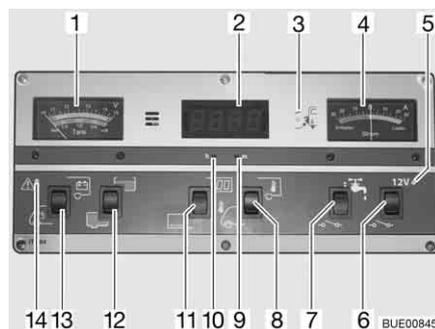

Bild 107 Panel IT 994
Beim Anzeigeelement V/Tank (Bild 107,1) die obere Skala beachten. Das Anzeigeelement wird automatisch beleuchtet, sobald ein Schalter gedrückt wird.
- Wippschalter (Bild 107,13) unten drücken: Die Batteriespannung der Starterbatterie wird angezeigt.
- Wippschalter (Bild 107,13) oben drücken: Die Batteriespannung der Wohnraumbatterie wird angezeigt.
Beim Anzeigeeinstrument V/Tank (Bild 107,1) die untere Skala beachten. Das Anzeigeeinstrument wird automatisch beleuchtet, sobald ein Schalter gedrückt wird.
- Wippschalter (Bild 107,12) oben drücken: Die Wassermenge wird angezeigt.
- Wippschalter (Bild 107,12) unten drücken: Die Abwassermenge wird angezeigt.
Die rote Warnleuchte ALARM (Bild 107,14) blinkt, sobald die Spannung der Wohnraumbatterie 11 V (Messung im laufenden Betrieb) unterschreitet und damit Tiefentladung droht.
- Wippschalter (Bild 107,11) oben drücken: Digitaluhr-Anzeige ist eingeschaltet. Temperaturanzeige ist betriebsbereit.
- Wippschalter (Bild 107,11) unten drücken: Digitaluhr-Anzeige und Temperaturanzeige sind ausgeschaltet.
- Mit einem dünnen Gegenstand, z. B. Kugelschreibermine, in die Öffnung für die Stundenanzeige (Bild 107,10) drücken, bis die gewünschte Stundenzahl angezeigt wird.
- Mit einem dünnen Gegenstand, z. B. Kugelschreibermine, in die Öffnung für die Minutenanzeige (Bild 107,9) drücken, bis die gewünschte Minutenzahl angezeigt wird.
- Wippschalter (Bild 107,8) oben drücken: Die Innentemperatur wird angezeigt.
- Wippschalter (Bild 107,8) unten drücken: Die Außentemperatur wird angezeigt.
Am Anzeigeinstrument Strom (Bild 107,4) wird ständig der aktuell fließende Batteriestrom angezeigt. Das Anzeigeinstrument wird automatisch beleuchtet, sobald ein Schalter gedrückt wird.
Der 12-V-Hauptschalter (Bild 107,6) schaltet das Panel und die 12-V-Versorgung des Wohnraums ein und aus.
Einschalten: ■ Wippschalter (Bild 107,6) oben drücken: Die 12-V-Versorgung des Wohnraums ist eingeschaltet. Die Kontroll-Leuchte (Bild 107,5) leuchtet grün.
Ausschalten: ■ Wippschalter (Bild 107,6) unten drücken: Die 12-V-Versorgung des Wohnraums ist ausgeschaltet. Die Kontroll-Leuchte (Bild 107,5) erlischt.
Die 12-V-Kontroll-Leuchte (Bild 107,5) leuchtet, wenn der 12-V-Hauptschalter (Bild 107,6) eingeschaltet ist.
Die gelbe 230-V-Kontroll-Leuchte (Bild 107,3) leuchtet, wenn am Eingang des Elektroblocks Netzspannung vorhanden ist.
Einschalten: ■ Wippschalter (Bild 107,7) oben drücken: Die Wasserversorgung ist eingeschaltet.
Ausschalten: ■ Wippschalter (Bild 107,7) unten drücken: Die Wasserversorgung ist ausgeschaltet.